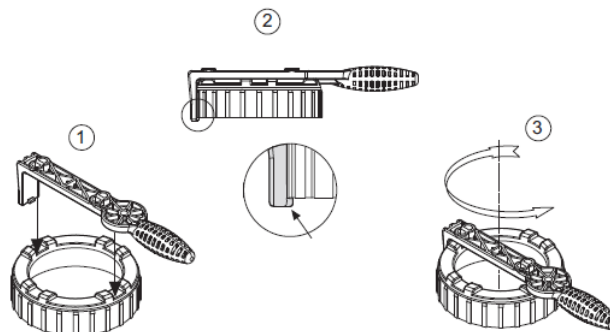

Abb. H-2: Demontage Überwurfmutter mit-der Öffnungshilfe
4. Öffnen Sie die Überwurfmutter mit der Öffnungshilfe (siehe Abb. H-2) und nehmen Sie diese zusammen mit dem Deckel ab.